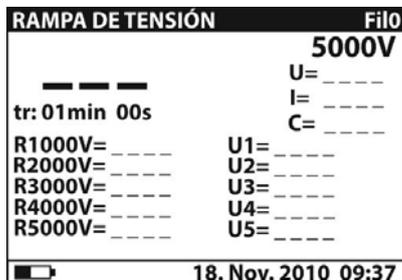
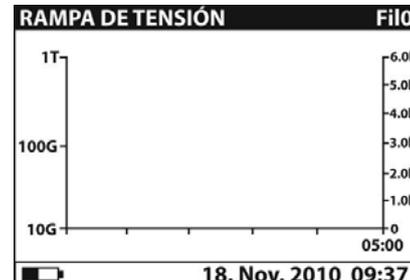

Fig. 34: Pantalla inicial numérica
Fig. 35: Pantalla inicial gráfica
2. Seleccione con las teclas flecha **▼** o **▲** la función “RAMPA DE TENSIÓN” sobre el menú principal y confirme con la tecla **SELECT**. La pantalla Fig. 34 es mostrada en el instrumento. En el caso en el cual la opción Gráfico R(t) **sea activada (ON)** pulse las teclas flecha **▼** o **▲** para pasar a la pantalla gráfica Fig. 35